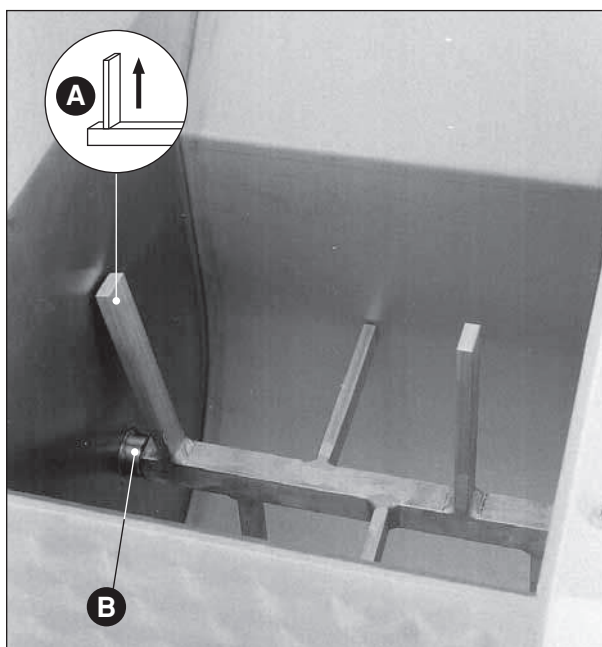

Fig. 35
- **Mescolatore:** assicurarsi che la pala esterna (**Fig. 35 A**) sia nella posizione verticale superiore (solo questa posizione consente lo smontaggio del pezzo) (**Fig. 35**).
Smontare il mescolatore svitando il supporto mobile esterno (**Fig. 35 B**) fino a disimpegnare il mescolatore; sfilare l'albero quadro dalla sua sede e contemporaneamente ruotare l'estremità esterna verso l'alto.